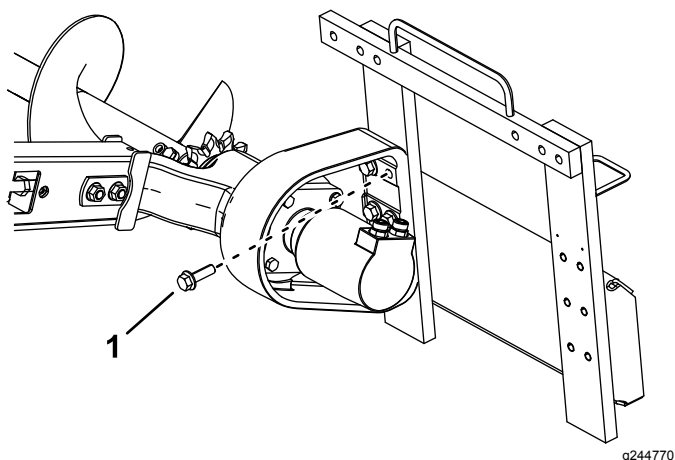

Figure 8
1. Boulon (6)
5. Fixez la tête au bâti avec les 6 boulons retirés précédemment (Figure 8).